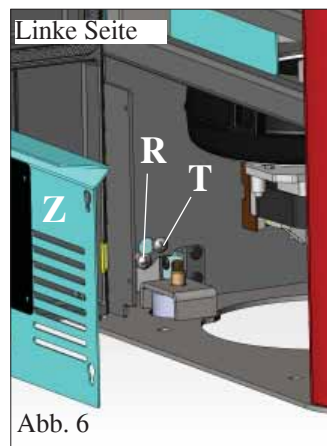

Abb. 6
Die vertikale Ausrichtung der Keramikblenden (C) überprüfen und etwaige Einstellungen mit den Schrauben an der Oberseite (V - Abb. 5) und im Ofen mit den Schrauben (R - Abb. 6/7) vornehmen.
ANMERKUNG: Zuvor das verzinkte Blech (Z - Abb. 6/7) beidseitig abnehmen und die Verriegelungsschrauben (T - Abb. 6/7) lockern.